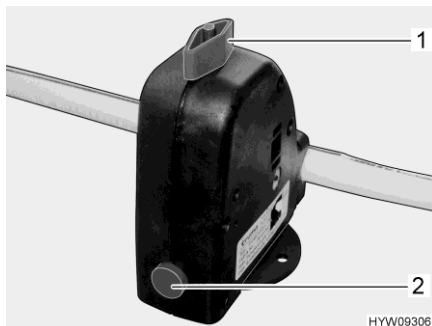

Bild 190 Säkerhets-/avtappningsventil (Truma)
- Säkerhets-/avtappningsventilen (Truma) stängs. Ställ vredet (Bild 190,1) diagonalt mot säkerhets-/avtappningsventilen och tryck in tryckknappen (Bild 190,2).